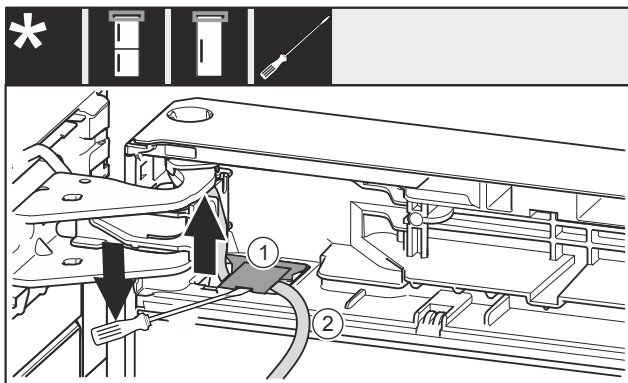

Fig. 20
- ▶ Con un cacciavite a intaglio Fig. 20 (1), sollevare la copertura e rimuoverla.
- ▶ Sfilare il cavo Fig. 20 (2).